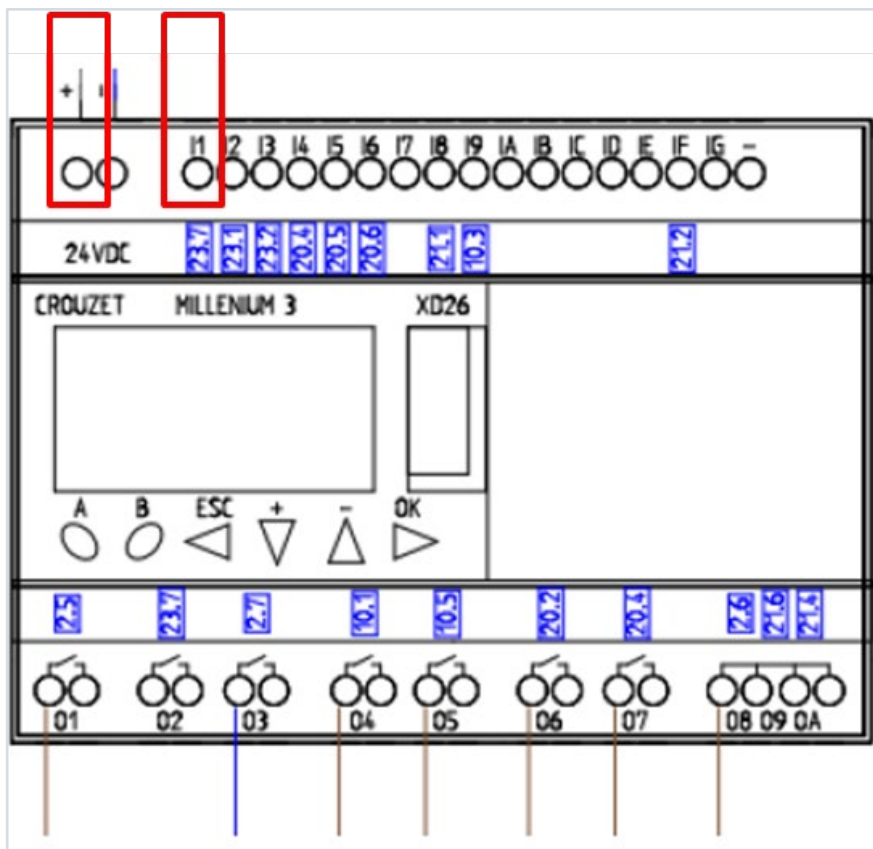

Abbildung 31: Anschluss des externen Störmeldekabels auf Crouzet Controller VDC24+ und Input 1.
- ▶ Siehe hierzu auch Abbildung 31: Anschluss des externen Störmeldekabels auf Crouzet Controller VDC24+ und Input 1.